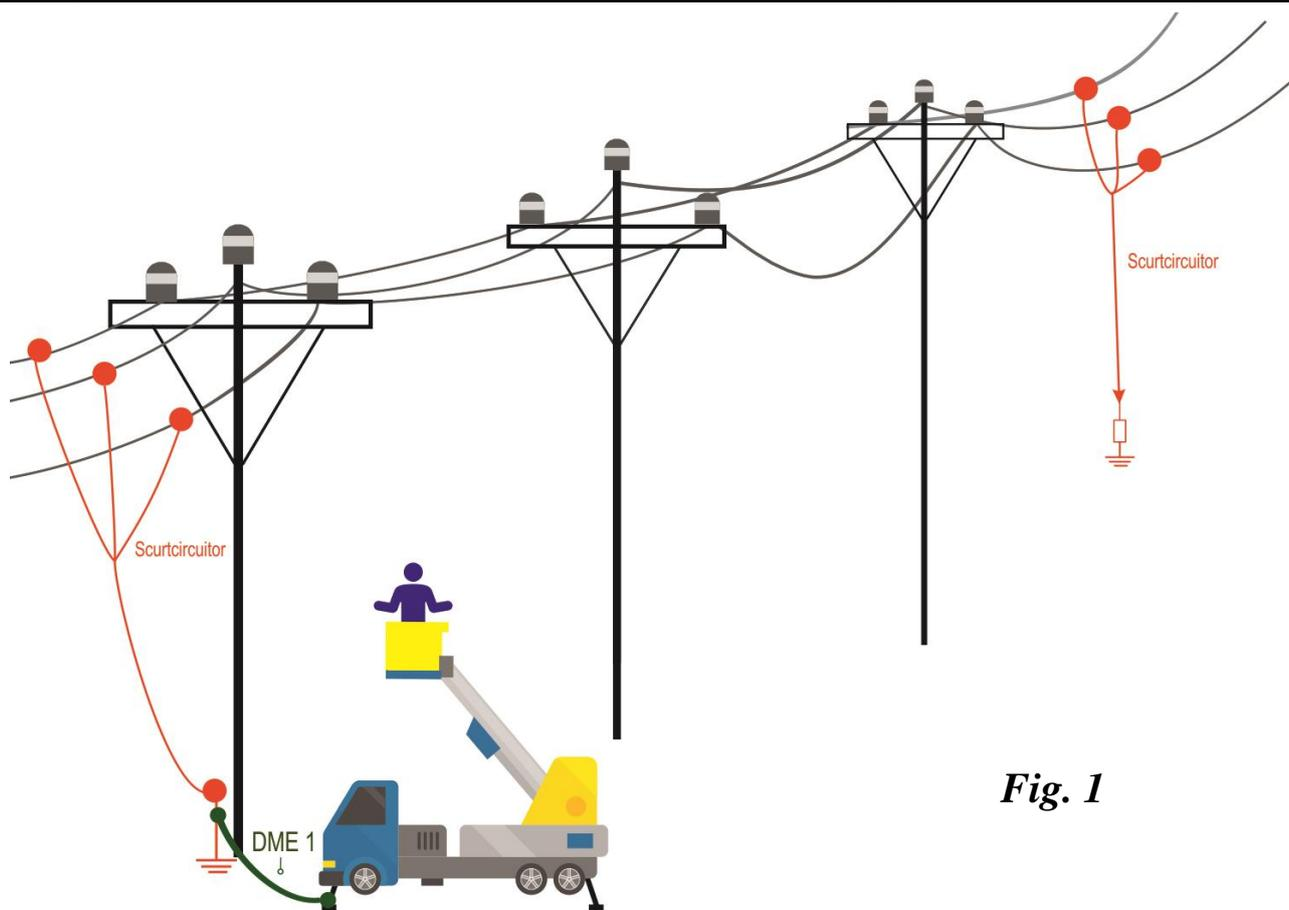

Fig. 1
5.1.1.1. Executarea lucrării se realizează în apropierea dispozitivului mobil de legare la pământ și în scurtcircuit care este legat la platbanda de împământare a stâlpului (vezi Fig. 1)